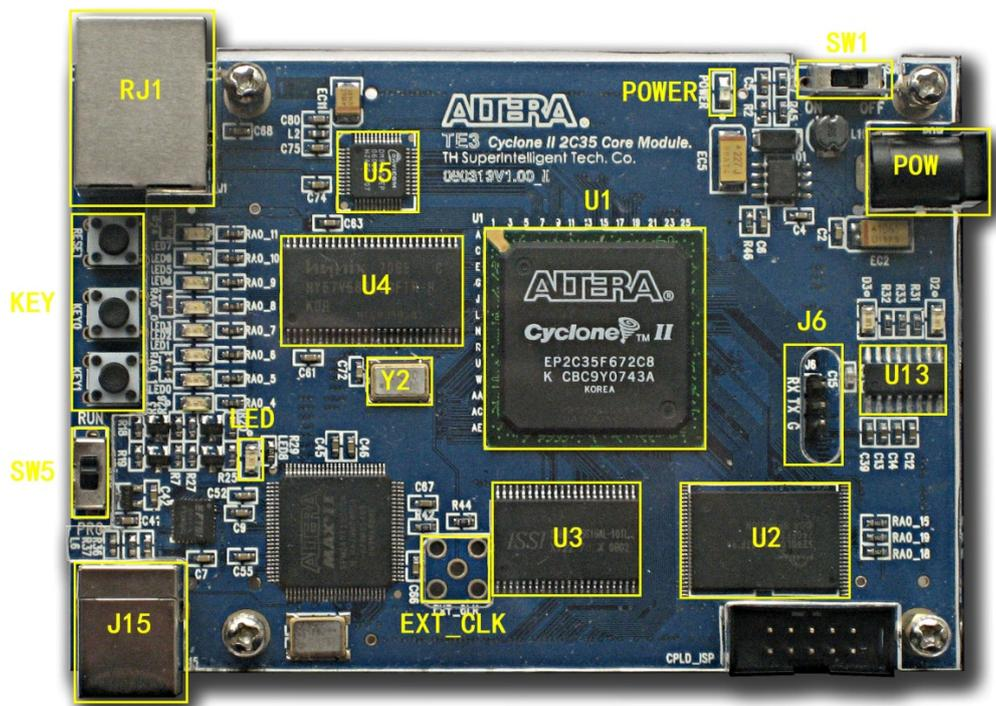

图 4 核心版正面照片
2. 确保电源开关（图 4 SW1）在 OFF 状态，即在右端。
3. 将电源插入右上角电源接口上（图 4 POW）。
4. 将 USB 线方头插入 USB 接口（图 4 J15）中，另一头与计算机的 USB 接口相连；
5. 如需使用串口，将串口线小的一头连至串口接口（图 4 J6），另一端连至计算机。
6. 如需使用以太网口，则将以太网双绞线插入以太网接口（图 4 RJ1）中。
7. 连接完毕后，将电源开关（图 4 SW1）拨至 ON 端（即向左拨），电源指示灯（图 4 Power）点亮，核心版开始工作。
9. 如果使用 Quartus II 对 FPGA 直接编程，将切换开关(图 4 SW5)拨至 RUN 端；如果需要将 FPGA 程序烧制 EPCS 中，则将开关 SW5 拨至 PRG 端；在烧完之后一定要将开关拨回 RUN 端，在下次上电后，EPCS 中的程序会自动下载到 FPGA 中并自动运行。